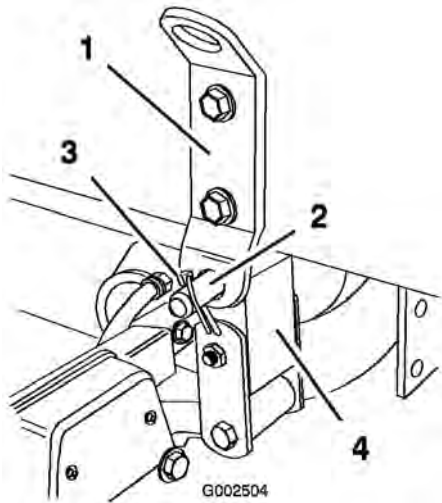

Bild 19
5. Richten Sie den Drehansatz hinten am Behältergestell mit der Öffnung hinten am Fahrzeugchassis aus (Bild 19).
6. Setzen Sie einen Splint (3/4 Zoll) und zwei Klappstecker in den Drehansatz ein, um den Behälter am Rahmen zu befestigen (Bild 19).